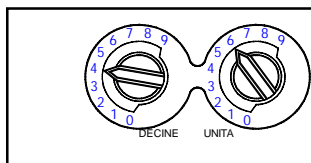

Figura 1: Selettori di Indirizzo Rotanti a Decadi
1. Impostare l'indirizzo del rivelatore (vedi Figura 1) ruotando con un cacciavite i 2 selettori e scegliendo l'indirizzo desiderato tra 01 e 99. Scrivere l'indirizzo scelto sull'apposita etichetta posta sulla base.